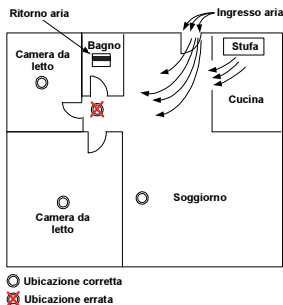

Figura 6: Ubicazioni consigliate per l'installazione dei rilevatori di fumo e calore.
- ◆ Sul percorso di prese d'aria. Il flusso di aria fresca che entra ed esce può allontanare il fumo dal rilevatore di fumo e di calore, riducendone l'efficienza. La figura 6 mostra il posizionamento corretto e scorretto in merito a questo problema.